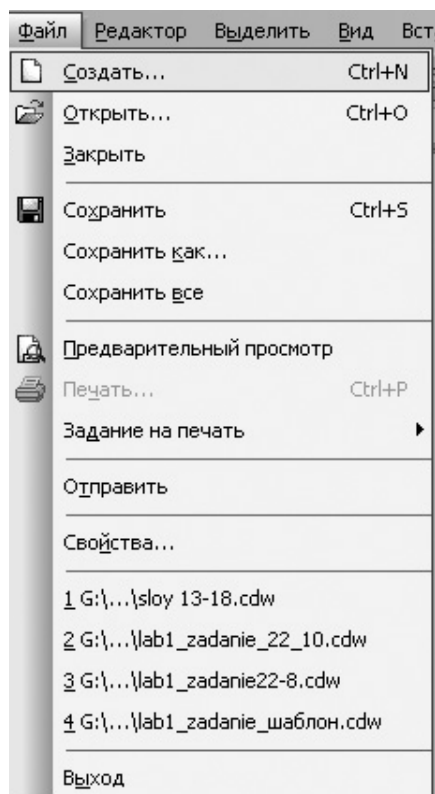

Рис.1.2. Головне меню з активізованою командою *Файл*
1.2.2. Головне меню. У *Головному меню* (рис.1.2) розташовані